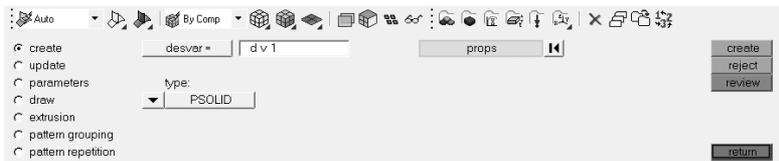

图 8-30 选择 toPology 面板
- (1) 从 Analysis 界面选择 optimization 面板。
- (2) 选择 topology 面板，如图 8-30 所示。
- (3) 选择面板左边的 create 。
- (4) 在 desvar= 输入 dv1。
- (5) 单击 props，选择 Design。
- (6) 单击 select 按钮。
- (7) 设置 type 为 PSOLID。